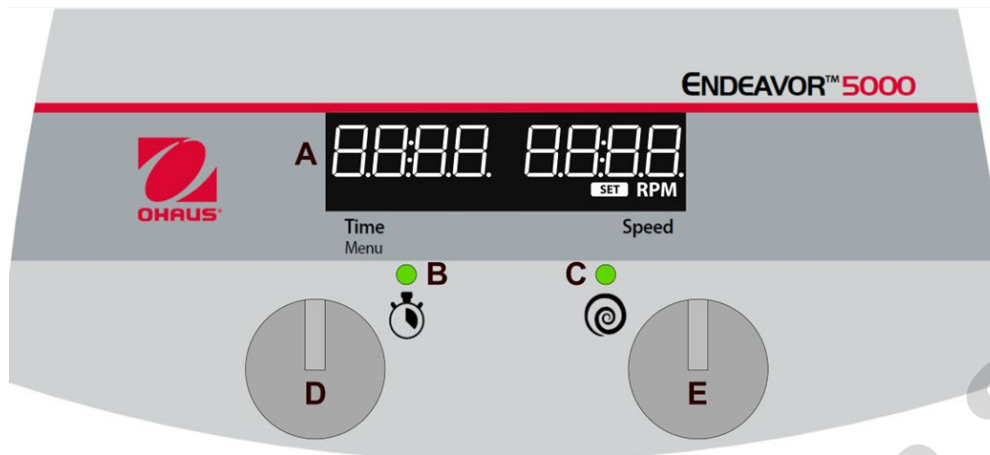

Figure 1 : Panneau de commande numérique Endeavor 5000
2. Lorsque la minuterie est réglée sur une durée comprise entre 00:01 et 99:59, elle effectue un compte à rebours à partir du réglage de temps défini lorsque la fonction d'agitation est activée. Le **voyant d'état de la minuterie (B)** est allumé pendant le compte à rebours.
- c. Une fois que la minuterie a atteint 00:00 en mode compte à rebours, les fonctions d'agitation s'arrêtent, l'appareil émet 1 bip et « **End** » apparaît à l'écran (**A**, Figure 1).
1. Tournez le **bouton de réglage du temps (D)**, Figure 1).
- c. Appuyez brièvement sur le **bouton de réglage du temps (D)** pour sélectionner les minutes.
- e. Tournez le **bouton de réglage du temps (D)** pour régler les heures.
- f. Appuyez brièvement sur le **bouton de réglage du temps (D)** pour confirmer les heures et le réglage de la minuterie.
1. Tournez le **bouton de réglage de la vitesse (E, Figure 1)** jusqu'au réglage souhaité.
1. Appuyez sur le **bouton de réglage de la vitesse (E)** et maintenez-le enfoncé jusqu'à ce que l'appareil émette un bip et que le **voyant d'état de fonctionnement (C, Figure 1)** s'allume.
- En mode Veille, appuyez sur le **bouton de réglage du temps (D)** et maintenez-le enfoncé jusqu'à ce que « MENU » s'affiche.
- Appuyez brièvement sur le **bouton de réglage du temps (D)** ou sur le **bouton de réglage de la vitesse (E)**.
- Pour sélectionner une condition de fonctionnement, appuyez sur le **bouton de réglage de la vitesse (E)** et maintenez-le enfoncé jusqu'à ce que l'appareil émette un bip et que le **voyant d'état de fonctionnement (C)**, Figure 1) s'allume.